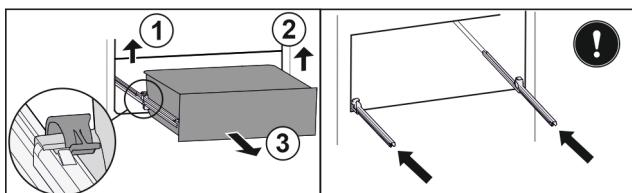

Fig. 106
- Nadvihnite ľavú svorku a súčasne ťahajte zásuvku vľavo dopredu. Fig. 106 (1)
- Nadvihnite pravú svorku a súčasne ťahajte zásuvku vpravo dopredu. Fig. 106 (2)
- Odoberte zásuvku dopredu. Fig. 106 (3)